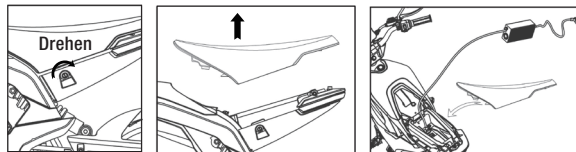

Abb. 1
1. Laden der eingebauten Batterie (Abb. 1)
- ① Öffnen Sie das Sitzschloss;
- ② Entfernen Sie den Sitz;
- ③ Stecken Sie den AC-Ladeanschluss in die integrierte Ladebuchse - stecken Sie den Ausgangsstecker in das Ladebord des Fahrzeugs - setzen Sie den Sitz wieder ein. Während des Ladens leuchtet die Kontrolllampe rot, bei vollständiger Ladung ist sie grün. Trennen Sie die Stromversorgung unmittelbar nach der vollständigen Ladung.